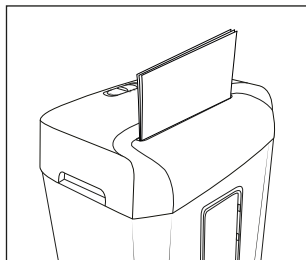

Abb. 2
- ◆ Führen Sie das Papier im Hochformat von oben mittig in die Schneidöffnung 8 ein (siehe Abb. 2). Das Gerät startet automatisch und schaltet sich auch automatisch wieder ab, wenn kein weiteres Papier zugeführt wird.
- ◆ Fassen Sie den Schneidaufsatz **5** an beiden integrierten Tragemulden **7** und setzen Sie ihn so herum auf den Auffangbehälter **10**, dass das Netzkabel **1** nach hinten und das Sichtfenster **9** des Auffangbehälters **10** nach vorne zeigt (siehe Abb. 2).